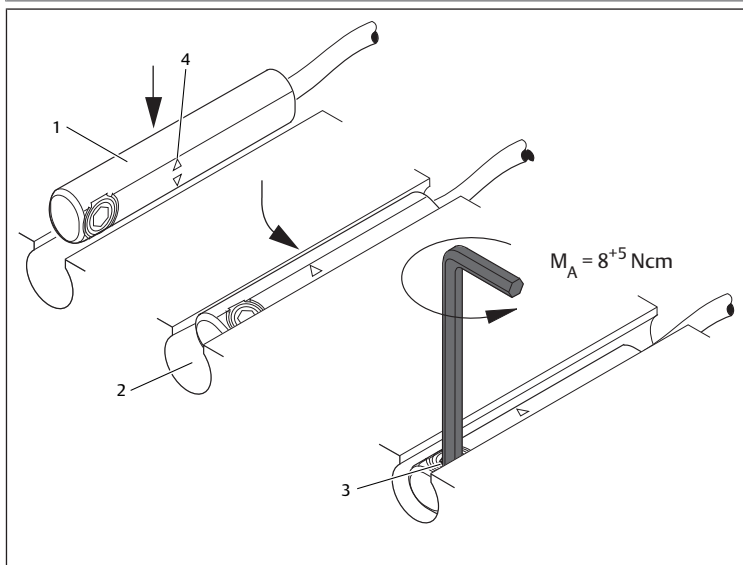

Рис. 1: Монтаж датчика
См. → Рис. 1
4. Установите датчик (1) сверху в С-пазе (2) и перемещайте датчик в С-пазе пока оба светодиода не будут гореть одновременно, затем крепко затяните крепежный винт (3). Момент затяжки: $M_A = 8^{+5}$ Нсм. См. → Рис. 1.